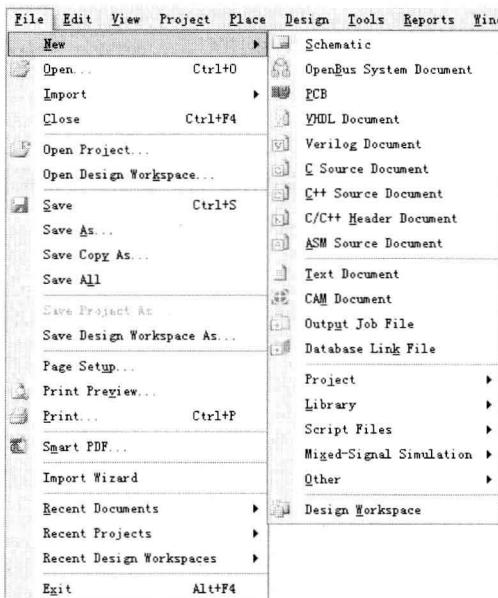

图 1-6 “File”(文件)菜单
“File”(文件)菜单主要用于文件的新建、打开和保存等，如图 1-6 所示。下面详细介绍“File”(文件)菜单中的各个命令及其功能。
- ◆ “New”(新建)命令：用于新建一个文件，其级联菜单如图 1-6 所示。